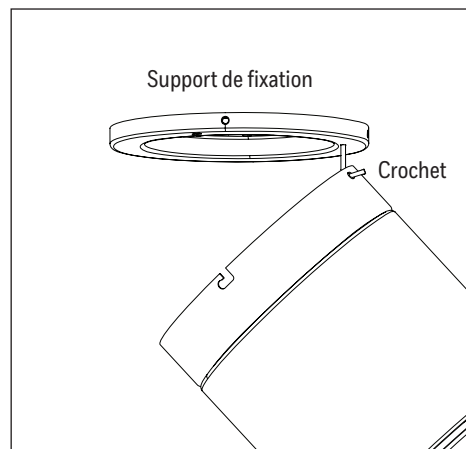

Figure 2.3
3. Soulevez le ventilateur et accrochez la partie supérieure de l'ensemble moteur au crochet du support de fixation, afin de garder les mains libres pour effectuer le câblage (Figure 2.3).